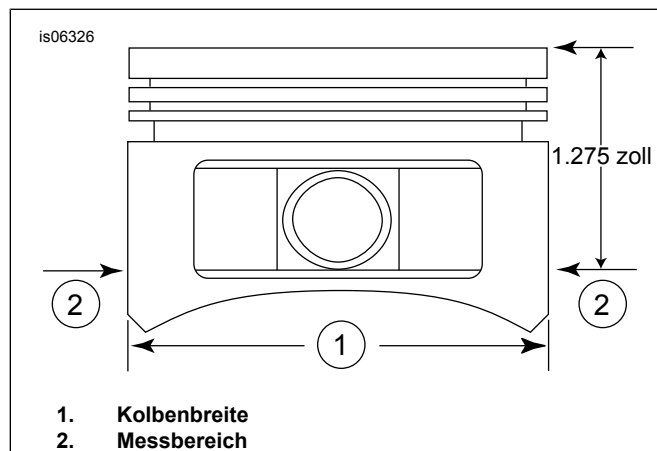

Abbildung 2. Kolbenmessungen
5. Siehe Abbildung 2 >. Die Kolbenbreite (1) 90 Grad horizontal von beiden Seiten des Pleuellagerlochs und 32,385 mm (1,275 Zoll) unterhalb der Pleuellagerfläche (2) messen. Die Passung zwischen Pleuellager und Zylinder an dieser Stelle aus Tabelle 11 ablesen.